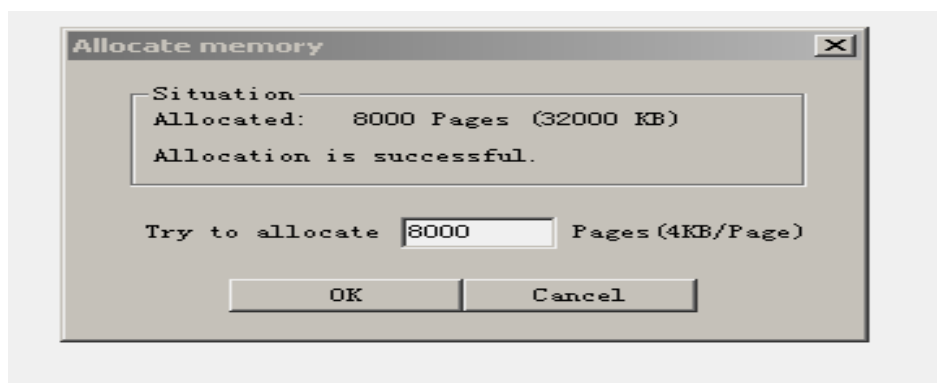

图 3
2.3.在采集图像到内存时，可能由于系统分配的内存太小，从而无法采集成功。需要在“启动/程序/Daheng Imavision CGCard/One card performance”中修改系统分配给采集卡的内存大小，将“Paramter/Allocate Memory”项的欲申请的内存空间设定 8000 K。重新启动 WINDOWS 系统。如图 3：